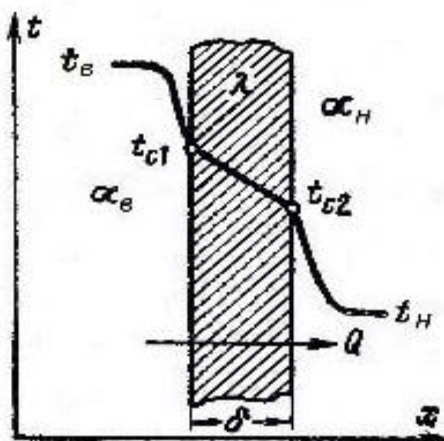

Рис. 2. Теплопередача через плоскую стенку
Стационарный процесс теплопередачи через плоскую стенку от одного теплоносителя (жидкости, газа) к другому можно представить в виде трех последовательных процессов (см. рис.2):
Т.о. в случае теплопередачи через плоскую стенку, с обеих сторон которой находится воздух, температура которого внутри помещения равна $t_{\text{в}}$, а снаружи — $t_{\text{н}}$, а соответствующие коэффициенты теплоотдачи α_1 и α_2 и температуры внутренней и наружной поверхностей стенки равны $t_{\text{с1}}$ и $t_{\text{с2}}$, соответственно, при этом толщина стенки равна δ , а коэффициент теплопроводности — λ (см. рис. 2), можно записать следующее.
5. Используя полученные значения температур, строим схему теплопередачи через кирпичную стенку, аналогичную приведенной на рис. 2, откладывая в масштабе по вертикальной оси значения температур, а по горизонтальной – толщину стенки.